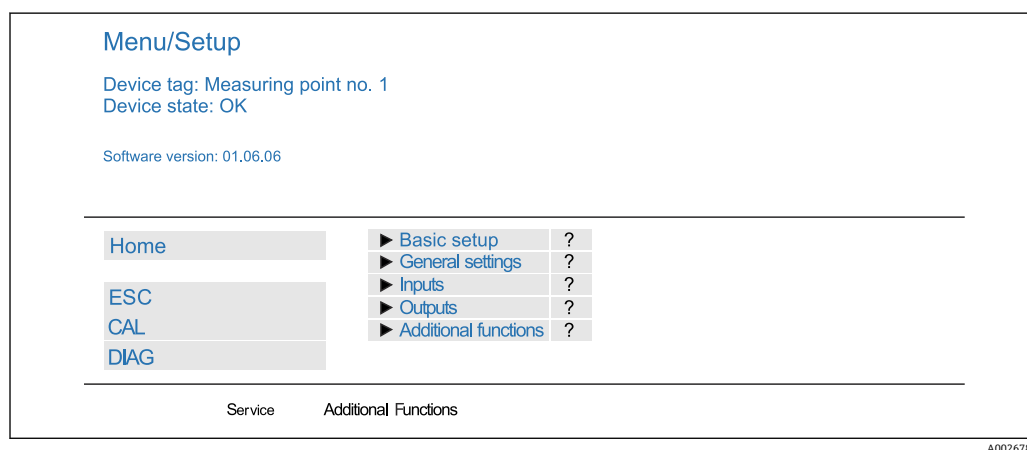

図 46 Web サーバーの例（メニュー/言語 = 英語）
3. ▶**検証結果**（即座に結果を表示して SD カードにエクスポート）または**追加機能**（リミットを下回った場合の追加メニュー→ 図 46）を選択します。